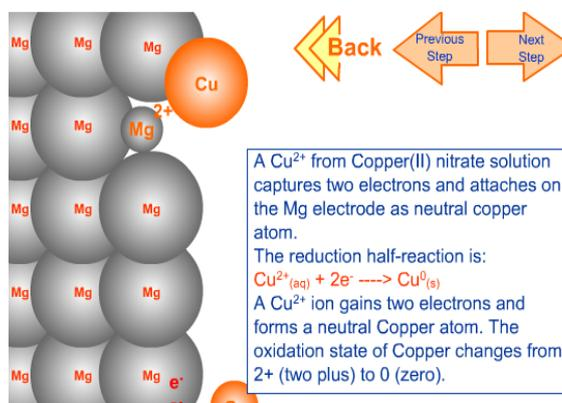

Figura 7 – (D) Reação: Mg e  $\text{Cu}(\text{NO}_3)_2$
**Tradução Figura 7:** A partir da solução de nitrato de cobre (II), um  $\text{Cu}^{2+}$  atrai dois elétrons e liga-se ao eletrodo de magnésio como um átomo de cobre neutro. A semi-reação é: Um íon de  $\text{Cu}^{2+}$  ganha dois elétrons e forma um átomo de cobre neutro. O estado de oxidação do cobre passa de +2 para 0.